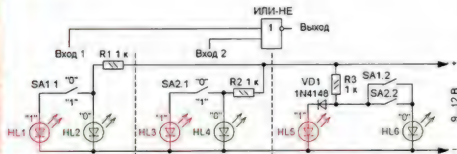

Рис. 4
"ИЛИ-НЕ" (NOT-OR, NOR) — логический элемент, представляет собой последовательное включение элементов ИЛИ (OR) и НЕ (NOT) (рис. 4). Выходной сигнал Y элемента ИЛИ-НЕ при наличии на его входах лог. 0 принимает значение лог. 1. Стоит хотя бы одному из входных сигналов принять значение лог. 1, выходной сигнал Y переключится на уровень лог. 0.